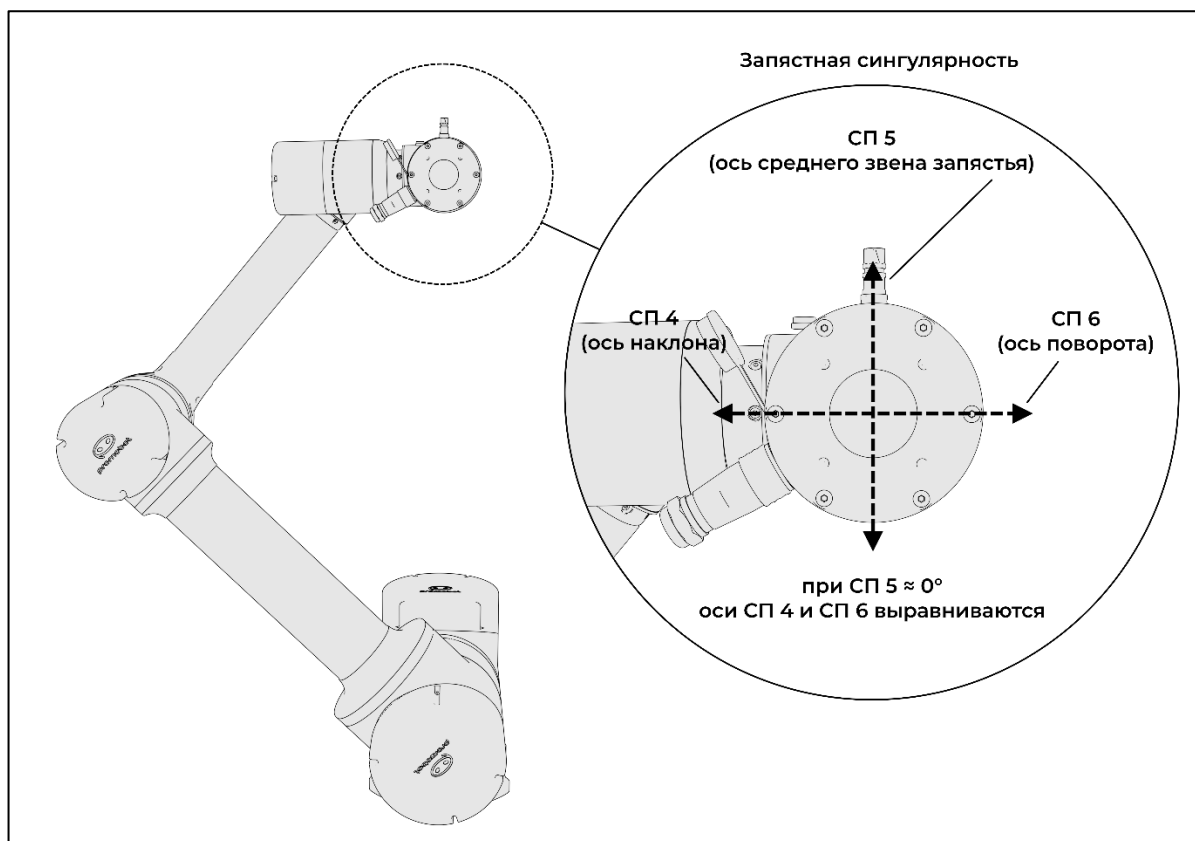

Рисунок I-33 – Сингулярность запястья
- сингулярность запястья (см. Рисунок I-33) – возникает при таком взаимном положении запястий, при котором ориентация инструмента требует выравнивания осей СП и приводит к резкому росту скоростей СП4–СП6.